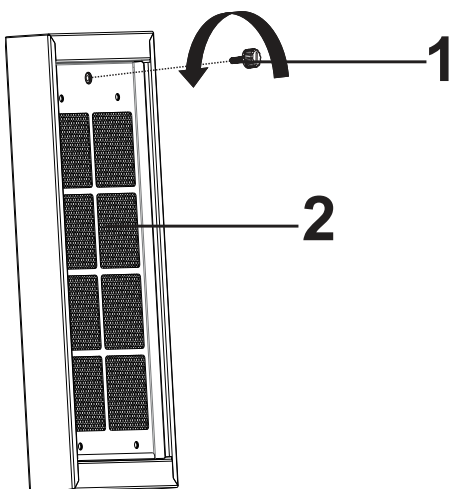

Abb. 19
2. ➔ Aktivkohlefilter Verbindungsschraube (Abb. 19/1) in Pfeilrichtung abschrauben.